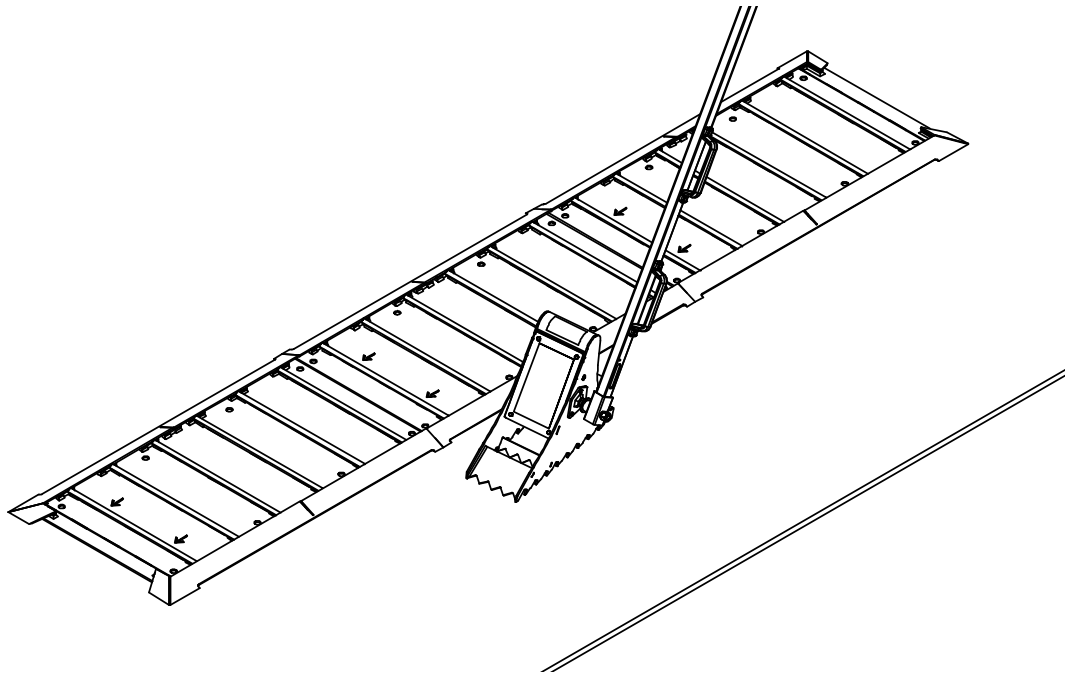

Figure 51
Avant toute opération d'entretien sous la plateforme du niveleur de quai, mettre la plateforme en appui sur la béquille d'entretien (C). Placer la béquille d'entretien derrière la plaque de rive avant (D) tout en restant à l'écart du hayon. Le hayon se replie vers le bas une fois que la plateforme repose sur la béquille. Verrouiller la béquille d'entretien dans sa position de service (verticale) à l'aide d'un moyen de verrouillage\* (A) et d'un moyen d'étiquetage\* (B) homologués par l'OSHA. Voir figure 51 et figure 52.
3. Tester la rétractation avec la cale sur le sol à côté de la deuxième plaque de roulement. Vérifier que le bras se rétracte vers le mur en 5 secondes ou moins. Continuer d'ajuster la tension du ressort à l'aide du tendeur comme il se doit. Voir **figure 51** à la page 43.